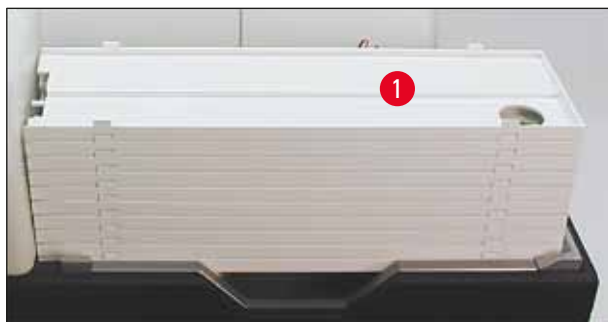

Fig. 42
1. Posizionare una pila di vassoi (→ "Fig. 42-1") sul tavolo di sollevamento della stazione di scarico (→ "Fig. 42").